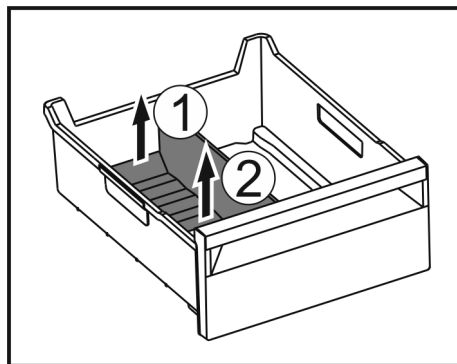

Fig. 99
- ▶ Achterste deel van de ijsvak-scheider optillen. Fig. 99 (1)
- ▶ Ijsvak-scheider er naar boven toe uitnemen. Fig. 99 (2)